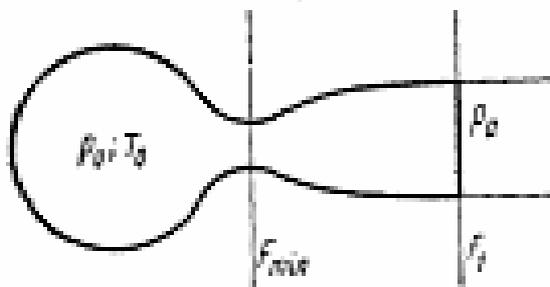

Рис. 7
37. Задано соотношение площадей выходного и минимального сечений сопла $\frac{F_1}{F_{\text{мин}}} = 2$ (рис.7). При каких соотношениях давлений $\frac{p_a}{p_0}$ можно применить для расчета массового секундного расхода воздуха через сопло формулу